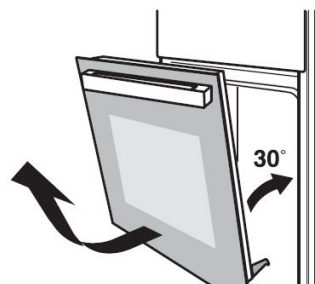

Fig.2
4. Con le mani, afferrare lo sportello sui lati sollevarlo leggermente verso l'alto ed estrarlo (Fig.2).